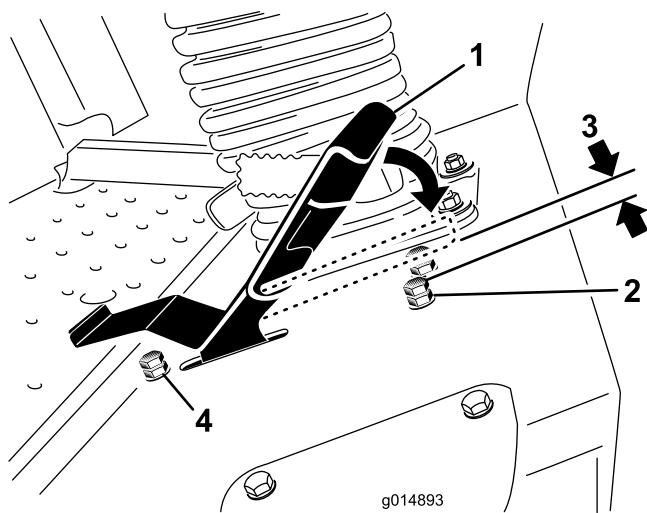

Figura 48
- Allentate il controdado sul bullone di fermo del pedale della trazione (Figura 48).